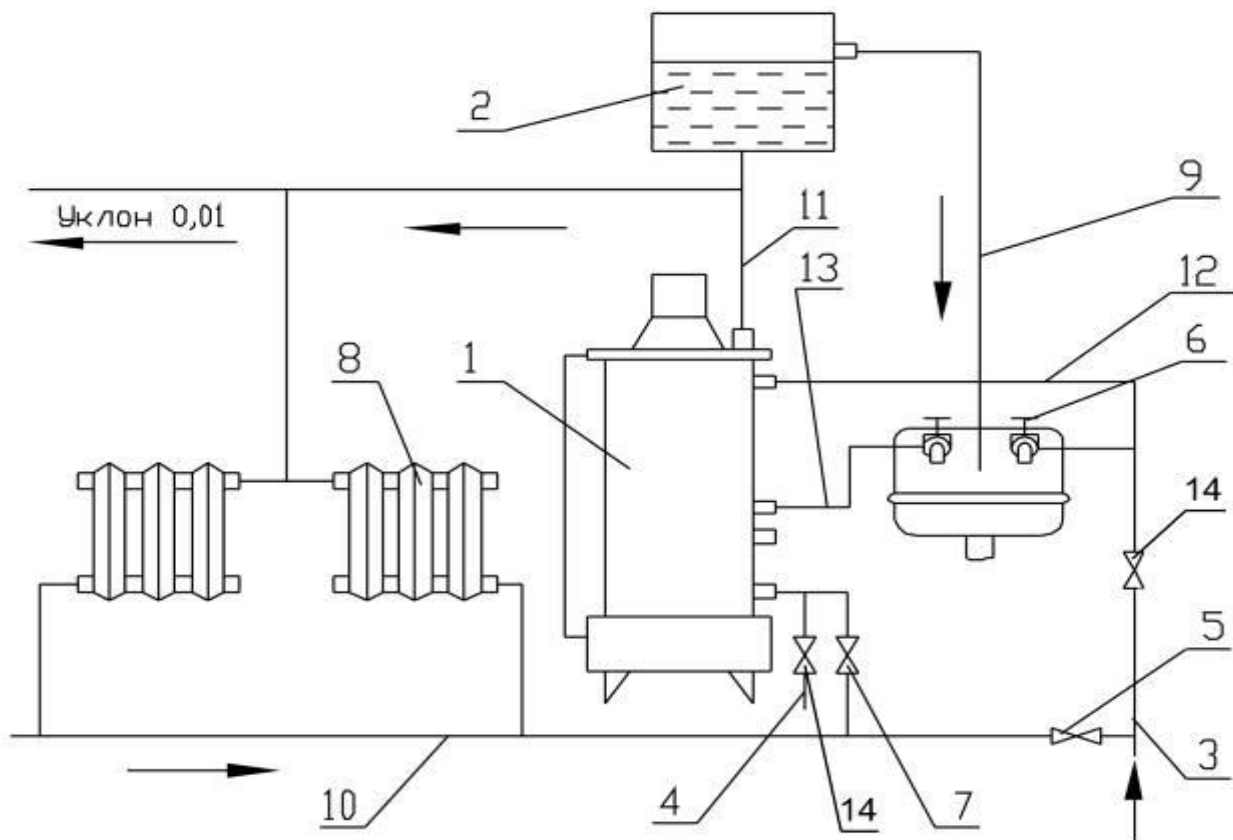

Рисунок 4. Схема подключения аппарата к системам отопления (с естественной циркуляцией теплоносителя), холодного и горячего водоснабжения
6.1. Рекомендуется система отопления с верхней разводкой и естественной циркуляцией с оптимальным объемом теплоносителя 160 л (максимальный объем - 200 л) для аппаратов АОГВ 11,5 FORTE и АКГВ 11,5 FORTE D) и 310 л – 350 л для аппаратов АОГВ FORTE 19,5 и АКГВ 20 FORTE D (рисунок 4).
- перекрыть кран 7 (рисунок 4) на обратном трубопроводе системы отопления перед аппаратом (исключить циркуляцию теплоносителя в системе отопления);
- открыть кран 7 (рисунок 4) на обратном трубопроводе системы отопления перед аппаратом (возобновить циркуляцию теплоносителя в системе отопления);